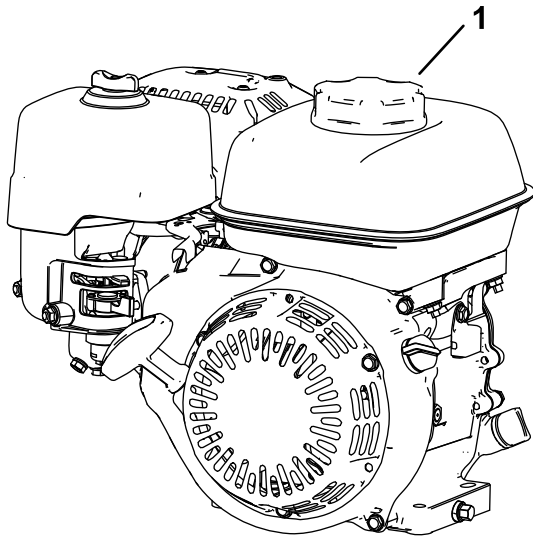

Bild 14
1. Reinigen Sie den Bereich um den Tankdeckel und nehmen den Deckel ab (Bild 14). Füllen Sie den Kraftstofftank bis zur Unterseite des Einfüllstutzens, siehe *Betriebsanleitung* Ihres Motors.